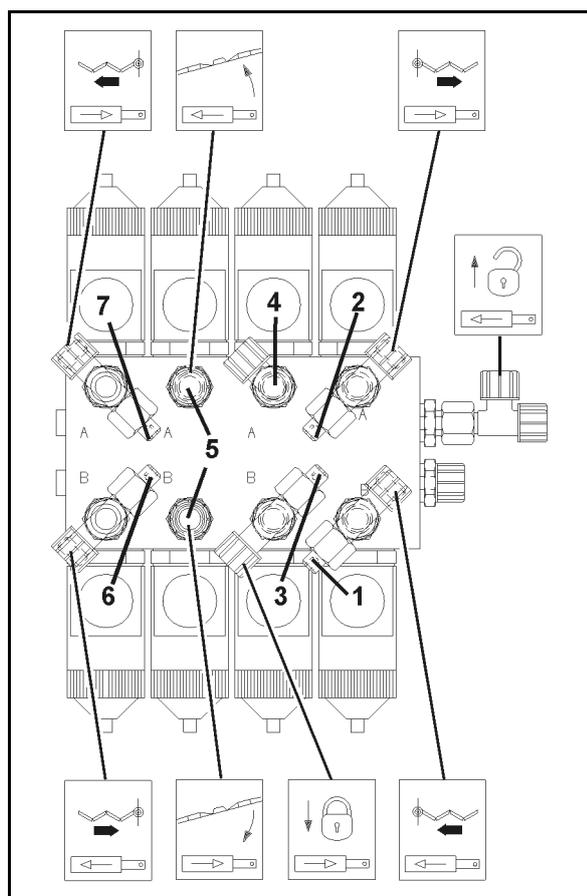

Fig. 187
1. Kontrollieren, ob der Ölstand an der Markierung (Fig. 187/1) bei nicht laufender und waagrecht stehender Pumpe sichtbar ist.
3. Den Deckel (Fig. 187/2) abnehmen und Öl nachfüllen, wenn der Ölstand an der Markierung (Fig. 187/1) nicht sichtbar ist.